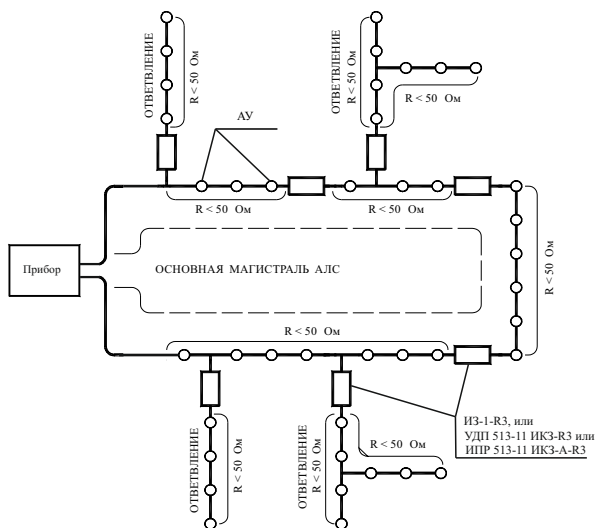

Рисунок 3
- разрывать кольцевую АЛС (рисунок 3) между двумя местами установки изоляторов (как изоляторов в УДП, так и самостоятельных устройств – изоляторов шлейфа ИЗ-1-РЗ). Это локализует сегмент АЛС между сработавшими изоляторами и оставляет работоспособными остальные сегменты АЛС;